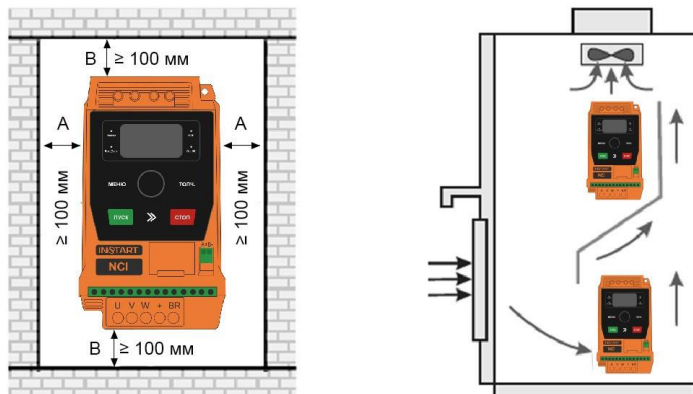

Рисунок 3.1 – Схема установки ПЧ серии NCI
- Оставить свободное место выше/ниже и с двух сторон от преобразователя частоты, чтобы обеспечить приток и отток воздуха (см. рис. 3.1 и таблицы 3.1). Следует также учитывать тепловыделение других устройств, находящихся в одном шкафу с преобразователем частоты.
- Преобразователь частоты может быть установлен только в вертикальном положении. Если в одном шкафу необходимо установить несколько ПЧ, то установку необходимо производить горизонтально в ряд. В случаях, если необходимо установить ПЧ друг над другом, требуется установить изолирующий разветвитель под углом 45 градусов, который будет полностью перекрывать зону выброса нагретого воздуха с нижестоящего ПЧ (рисунок 3.1).